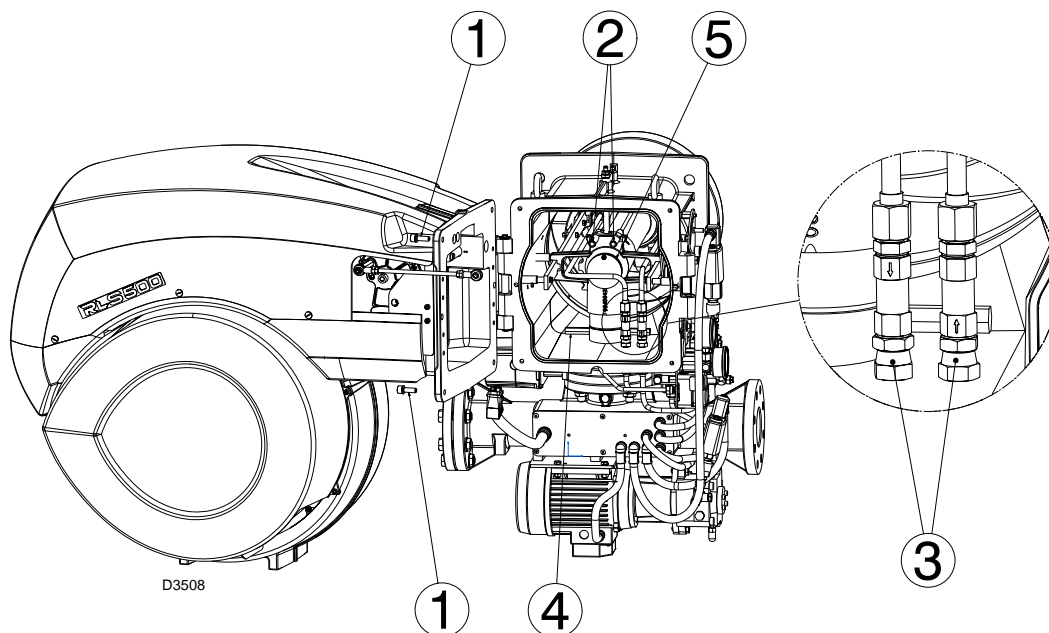

图 13
- 拧下 4 个螺丝 1)，从铰链处打开燃烧器（图 13）；